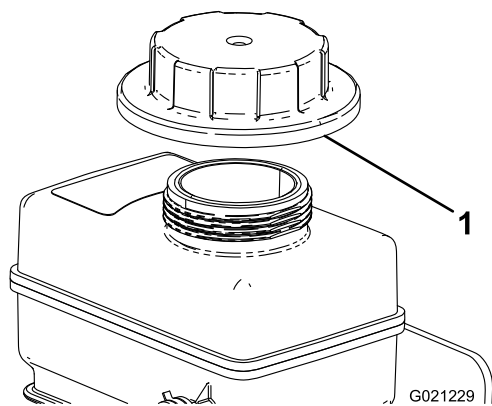

Figura 78
8. Encha lentamente o depósito de reserva de líquido de arrefecimento até que o nível atinja a parte inferior do tubo de enchimento (Figura 78).
9. Coloque a tampa no depósito de reserva de líquido de arrefecimento (Figura 78).